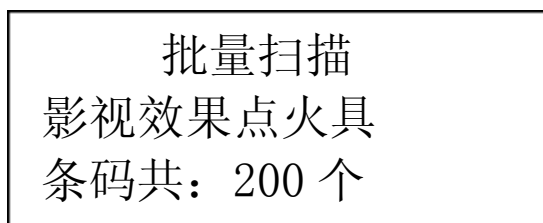

图 3.3-11
3、扫描第二个条码后，屏幕提示用户批量扫描条码的品种与数量，如图 3.3-11所示：